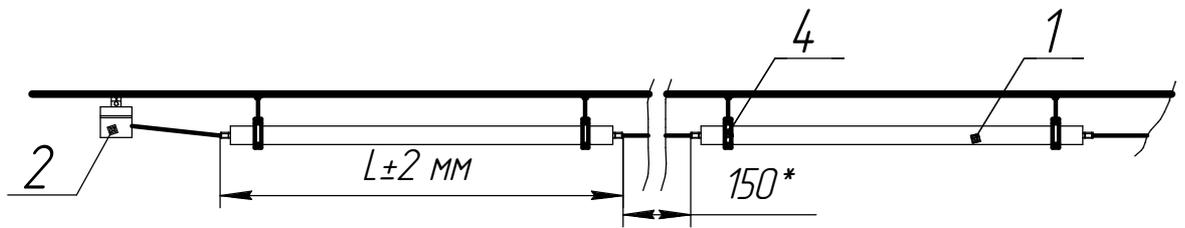

Рис.1. 1 - Корпус; 2 - распред. коробка;
4.2 Светильник в соответствии с Рис.1 состоит из корпуса поз.1, внутри корпуса размещена панель в сборе, на которой размещены светодиодные линейки и электрическая схема, распределительной коробки поз.2, внутри которой расположена электрическая схема, скоб для подвеса светильника поз.4.